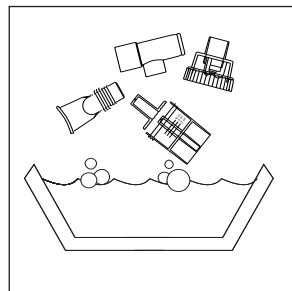

Figure 9
1. Laisser tremper les pièces pendant 30 minutes dans une solution de trois parts d'eau chaude et une part de vinaigre blanc, dans un récipient ou bol propre (**Figure 9**) Ou utiliser un désinfectant bactérien germicide médical, disponible chez le fournisseur. Suivre à la lettre les instructions du fabricant.